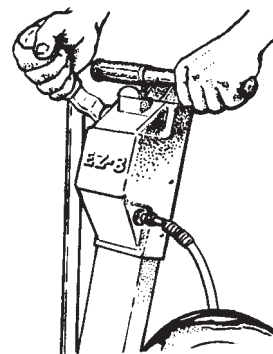

Figure 5
3. Introduire l'axe de commande dans l'encoche et glisser le collier sur la goupille. Lever le tambour de ponçage à l'aide du levier de commande. Voir Figures 5 et 6.